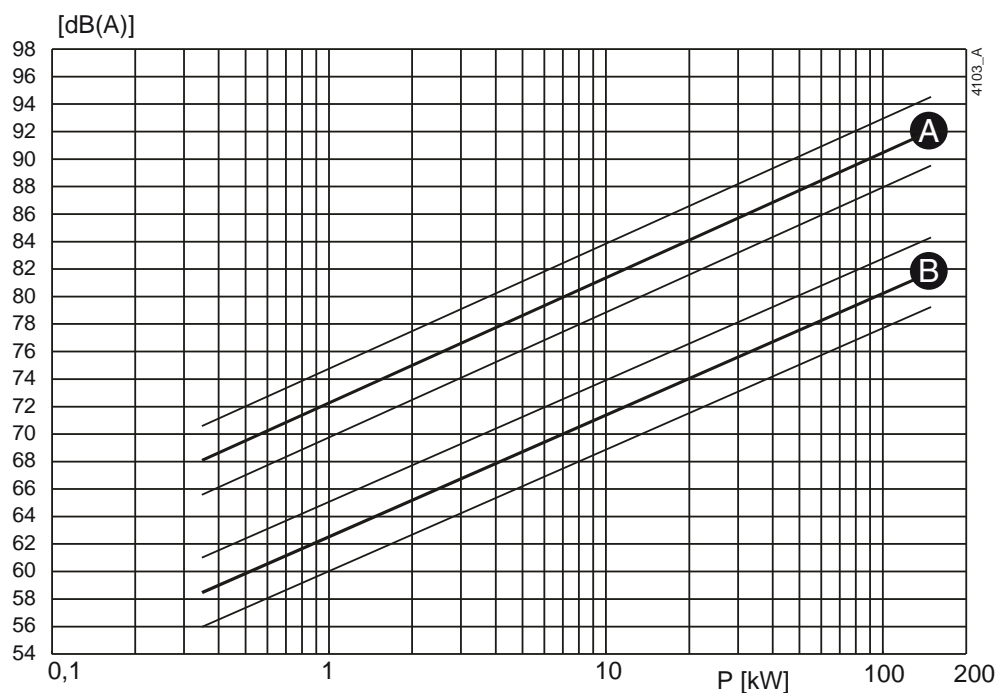
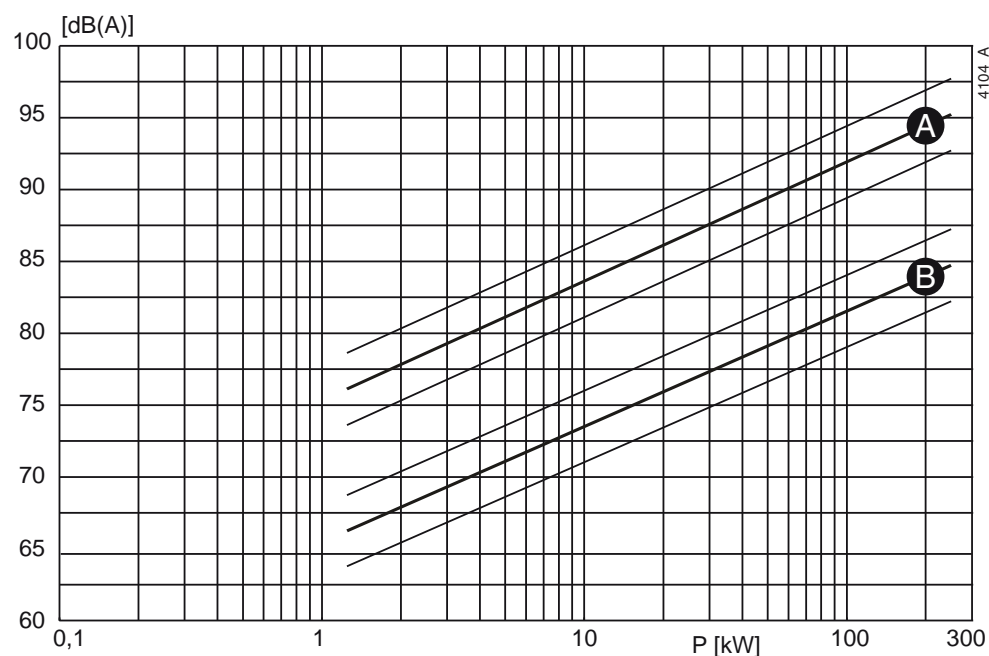

Abbildung 31: Schall als Funktion der Pumpenleistung [kW] bei 1450 min⁻¹
Abbildung 32: Schall als Funktion der Pumpenleistung [kW] bei 2900 min⁻¹
- 1 Um den Schallpegel (L_1) der Pumpe zu bestimmen, siehe Abbildung 31 oder Abbildung 32.